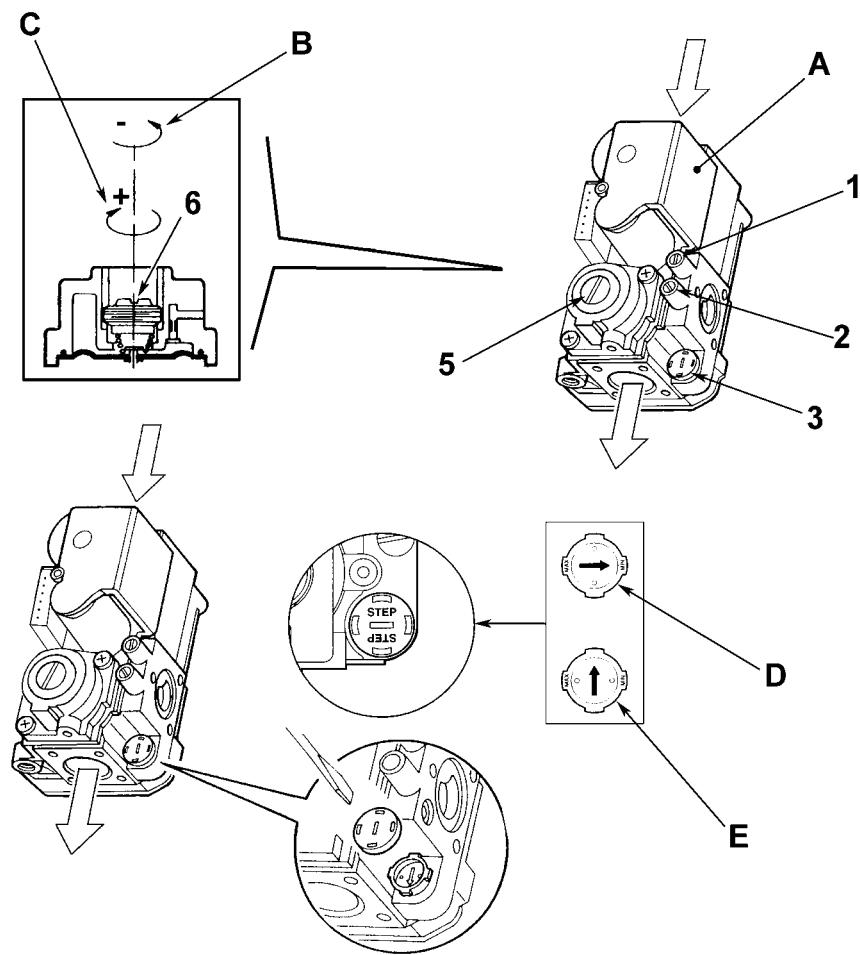

рис. 19 - Переналадка котла на другой вид газа
На котле PEGASUS D K 130 можно регулировать тепловую производительность топки и, следовательно, тепловую мощность, передаваемую воде системы отопления; это делается исключительно путем регулировки основной горелки с помощью газового вентиля (см. рис. 19). На графиках, приведенных в параграфе сар. 4.2 "Сопротивление системы", показано изменение передаваемой воде тепловой мощности в зависимости от изменения рабочего давления горелки. Возможность приведения мощности котла в соответствие с реальными потребностями отопления означает, прежде всего, снижение потерь и экономию топлива. Кроме того, при регулировке мощности, регламинтированной также стандартом, котлы сохраняют значения КПД и характеристики горения почти без изменений.
1. С помощью небольшой отвертки снимите защитный колпак 5 вторичного привода газового вентиля рис. 19.
2. Подключите манометр к клемме давления 2 (рис. 19), расположенного после газового вентиля, затем переведите ручку терmostата котла на максимум.
3. Регулируйте давление с помощью винта 6 (рис. 19) на желаемое значение, руководствуясь диаграммами, приведенными в параграфе сар. 4.2 "Сопротивление системы".
2. Снимите с газового вентиля маленький защитный колпак 5 (рис. 19). С помощью маленькой отвертки регулируйте "СТУПЕНЬ" розжига на основании выбранного для работы газа (G20 или G31); установите защитный колпак на место.
- Спустите воздух из газопроводных труб через штуцер отбора давления 1 газового вентиля (рис. 19).